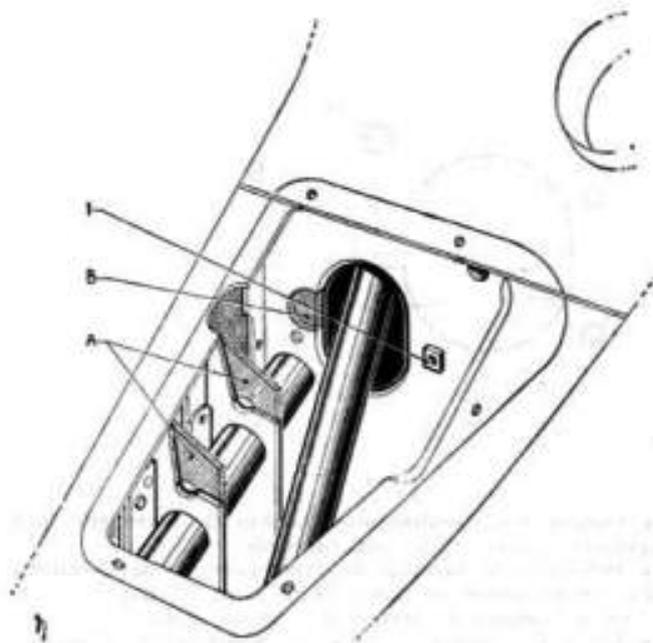

Figure 6
- Couper à la demande les deux renforts du jambonneau comme indiqué figure 6 (en A) pour permettre le passage du maître-cylindre. Faire sauter au burin les deux écrous soudés (1).